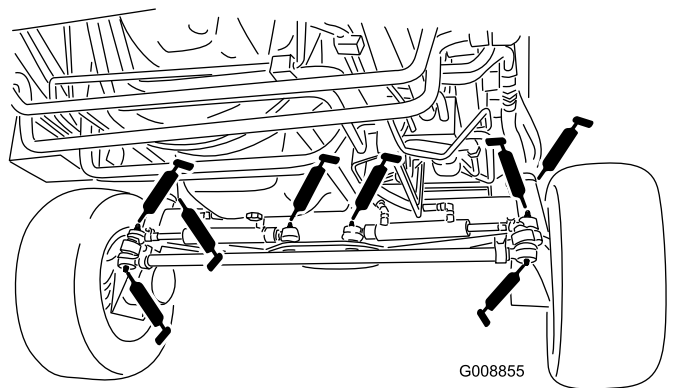

図 81
- ステアリングシリンダのボールジョイント 4ヶ所 図 81
- タイロッドのボールジョイント2ヶ所 図 81
- キングピンのブッシュ2ヶ所(図 81)